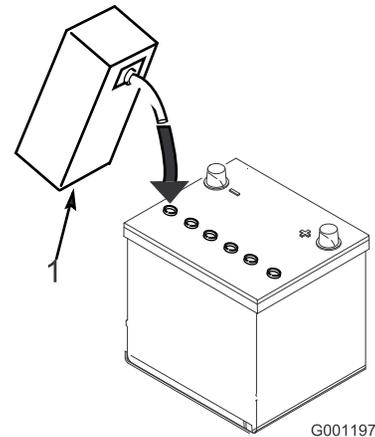

Рисунок 10
3. Осторожно заливайте электролит в каждую ячейку до уровня над пластинами примерно 6 мм (Рисунок 10).
Примечание: При необходимости доливайте электролит до уровня примерно на 6 мм ниже нижнего уровня заливочного отверстия (Рисунок 10).